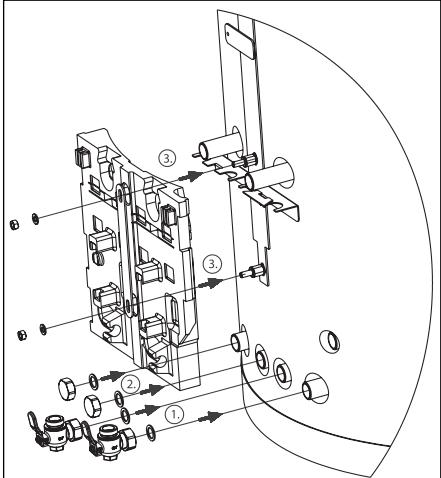

Fig. 9 Montaggio valvole a sfera e isolamento circuiti di riscaldamento
- Collegare con guarnizioni le valvole a sfera G1 al lato destro del serbatoio (Fig. 9 punto 1)
- Collegare i tubi corrugati metallici di lunghezza L=40 mm con le guarnizioni al gruppo del circuito di riscaldamento (Fig. 9 punto 1). In seguito agganciare il gruppo al supporto (Punto 2), posizionare la lamiera di sicurezza e fissarla al supporto (Punto 3)